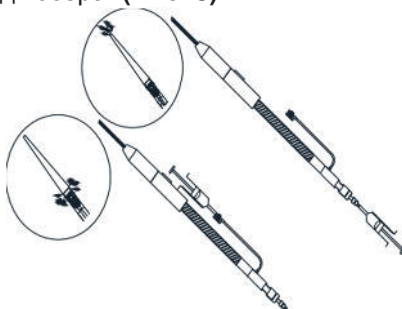

Рис. 3. Промывка внутренней трубки и внешней системы интродьюсера
- ◆ Подсоединить шприц с гепаринизированным физиологическим раствором к узлу Люэра и гемостатическому клапану и промыть отдельно, чтобы воздух вышел из внутренней трубки и внешней системы интродьюсера. (Рис. 3).